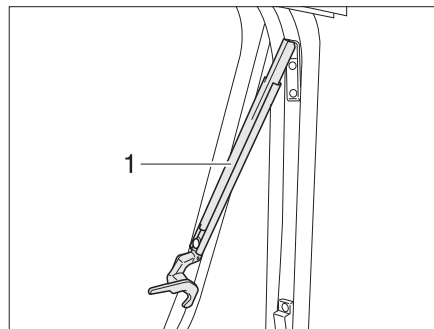

Fig. 72 Fenêtre projetante avec bras automatiques, ouverte
- Ouvrir la fenêtre projetante jusqu'au cran d'arrêt souhaité. Le bras automatique (Fig. 72,1) s'enclenche automatiquement.